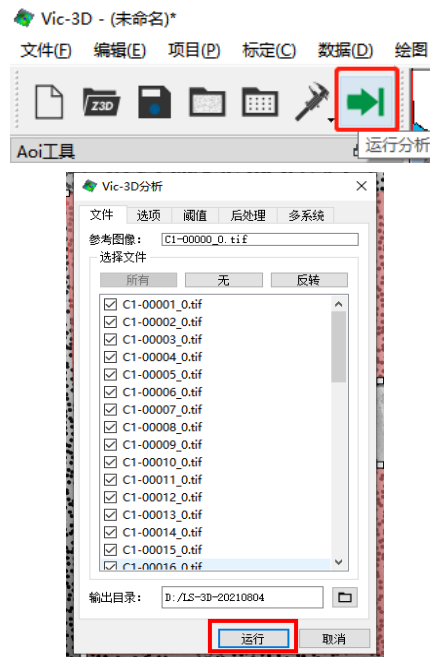

图 21
3、设置好范围与参考点后就可以运行分析，在分析选项中有多种功能可供使用，可以根据需求打钩，点击运行即可开始处理。如图 21 所示。